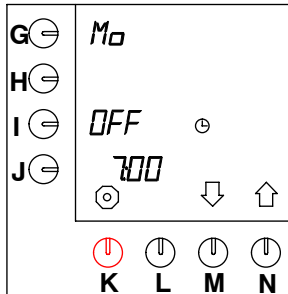

Fig. 32 Aquecimento prévio do recipiente
- No visor, aparece “OFF” (**desactivada**) no campo ao lado da tecla de programação (I.). Consulte a fig. 32 .